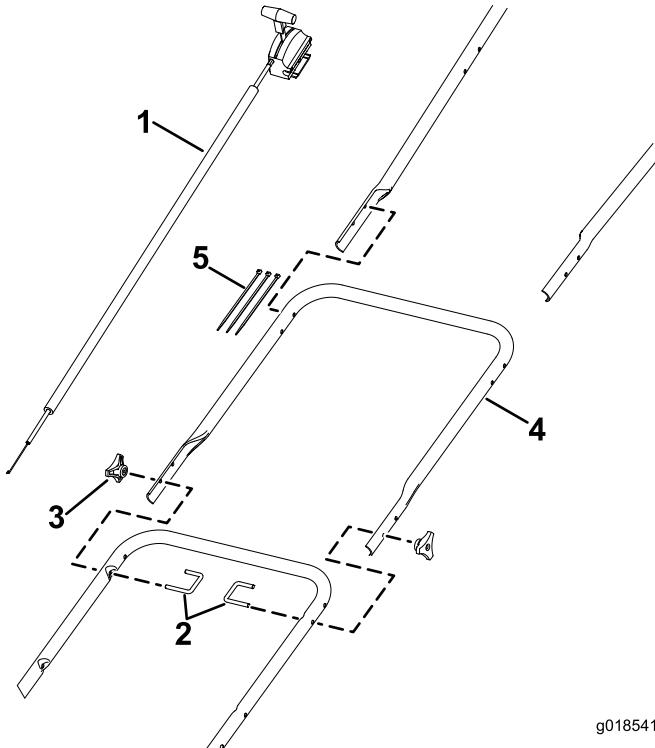
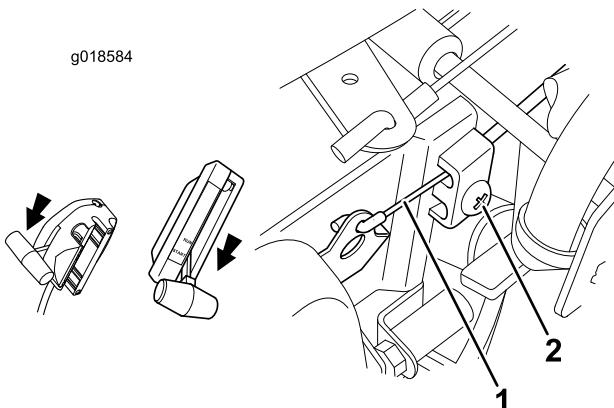

Bild 1
Bild 3
1. Entfernen Sie die Gasbedienung vom Führungsholm. Bewahren Sie die Befestigungen auf (Bild 1). Lösen Sie die Gasbedienungskabelklemme am Motor, nehmen Sie das äußere Kabel aus der Klemme und entfernen Sie das innere Kabel vom Griff (Bild 3).
3. Befestigen Sie die Führungsholmverlängerung mit den zwei Handräden und den zwei U-Bügeln am unteren Führungsholm (Bild 1).
- Befestigen Sie den oberen Führungsholm mit den in Schritt 2 entfernten zwei Handrädern und zwei U-Bügeln an der Führungsholmverlängerung (Bild 1).
- Befestigen Sie die längere Gasbedienung mit den in Schritt 1 entfernten Befestigungen am oberen Führungsholm. Befestigen Sie die Steuerung mit drei Kabelbinden an den Führungsholmen (Bild 1).
- Stellen Sie die Gasbedienung auf Start (Bild 3).